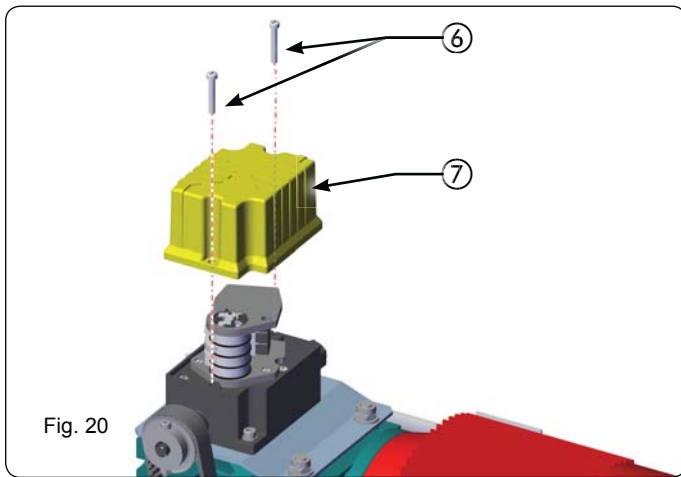

Fig. 20
2. Destornille los tornillos y desmonte la tapa del grupo final de carrera (Fig. 20 ref. ⑥ ⑦).